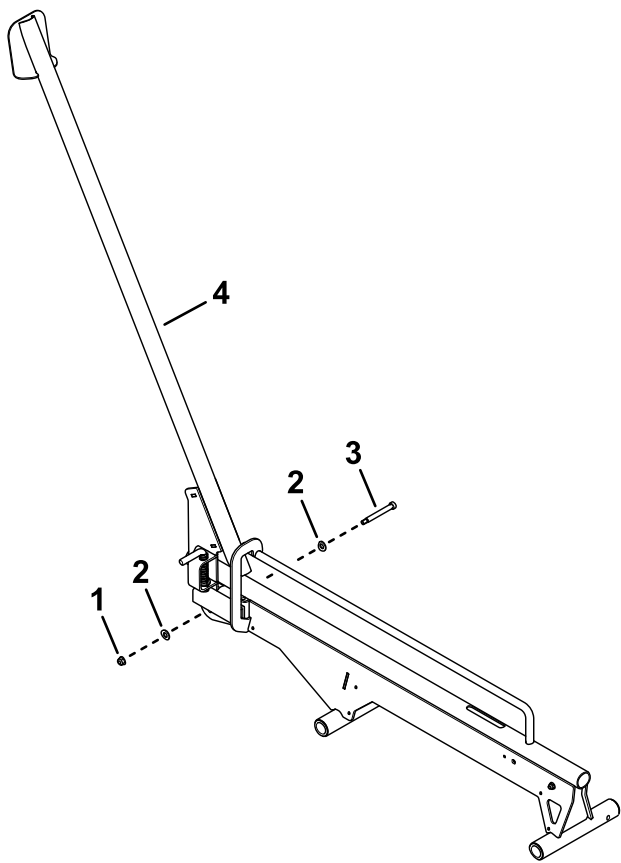

Figure 6
8. Fixez la rampe sur la glissière (Figure 6) à l'aide d'un écrou à embase (5/16"), de 2 rondelles et d'un boulon à épaulement.